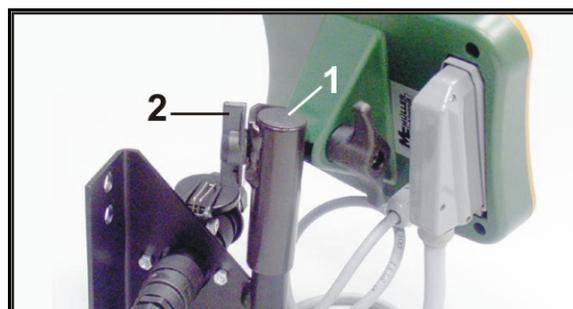

Fig. 68
1. Das Gegenstück (Fig. 68/1) in die Konsole stecken und mit der Flügelschraube (Fig. 68/2) festklemmen.